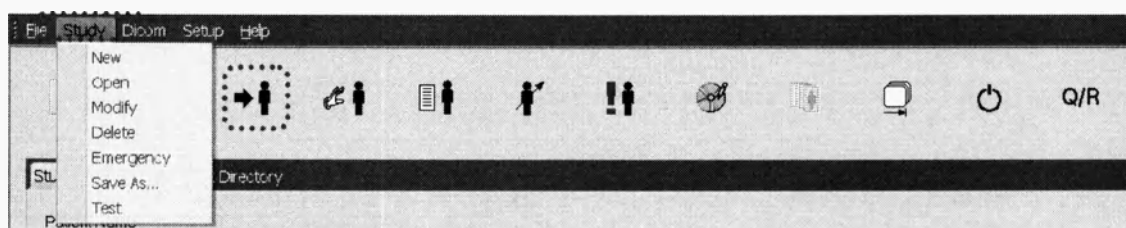

Рисунок 74
- Кликните **Новое** в меню **Исследование** или непосредственно по иконке «Новое исследование» (см. рисунок 74).